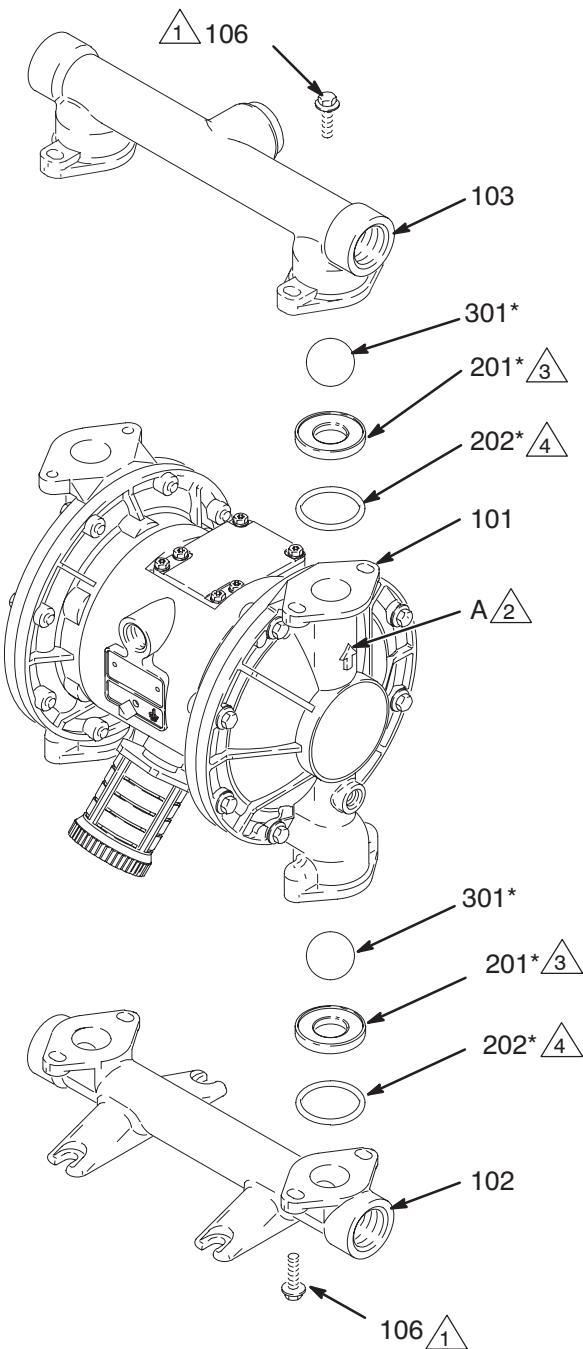

Рис. 12
3. С помощью торцевого ключа на 10 мм выкрутите четыре болта (106) и гайки (114, используемые только для насосов из нержавеющей стали) удерживающие выпускной коллектор (103) на крышках для жидкости (101). См. Рис. 12.
4. Извлеките уплотнительные кольца (202, не используются на некоторых моделях), седла (201) и шарики (301) из коллектора (103).
5. Переверните насос и снимите впускной коллектор (102). Извлеките уплотнительные кольца (202, не используются на некоторых моделях), седла (201) и шарики balls (301) из крышек для жидкости (101).
2. Снова соберите в обратной последовательности операций, соблюдая все примечания на Рис. 12. Проверьте, что шаровые обратные клапаны и коллекторы собраны **точно**, как показано на рисунке. Стрелки (A) на крышках для жидкости (101) **должны** указывать в сторону выпускного коллектора (103).
- 2 Стрелка (A) должна указывать в сторону выпускного коллектора (103).
- 3 Скошенная посадочная поверхность должна быть обращена в сторону шарика (301).